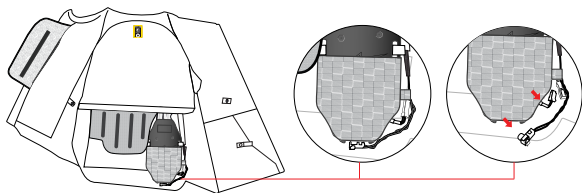

图 12
2. 进入充气机外壳 (4)，从充气机上断开与电池连接的电缆（电池连接器，6）和充气机刮片连接器 (5)（图 12）。